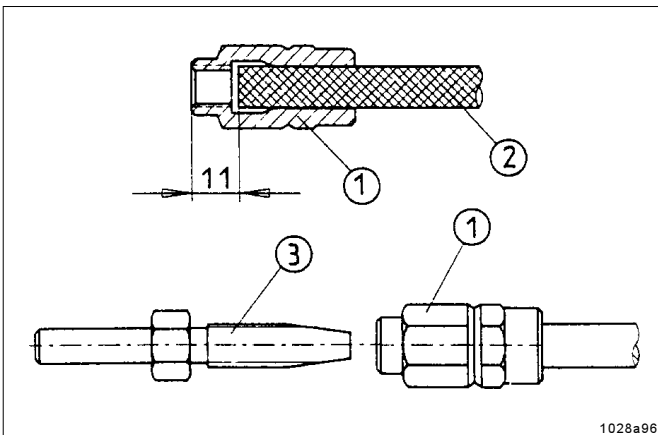

Abb.30: Vormontage der Schraubhülse und Schlauchstutzen auf dem Hochdruckkunststoffschlauch
- Schraubhülse 1, Abb. 30, linksdrehend auf den Hochdruckkunststoffschlauch 2 drehen, bis das gezeigte Maß von 11mm erreicht ist. Danach den Schlauchstutzen 3 in die Schraubhülse 1 einschrauben.